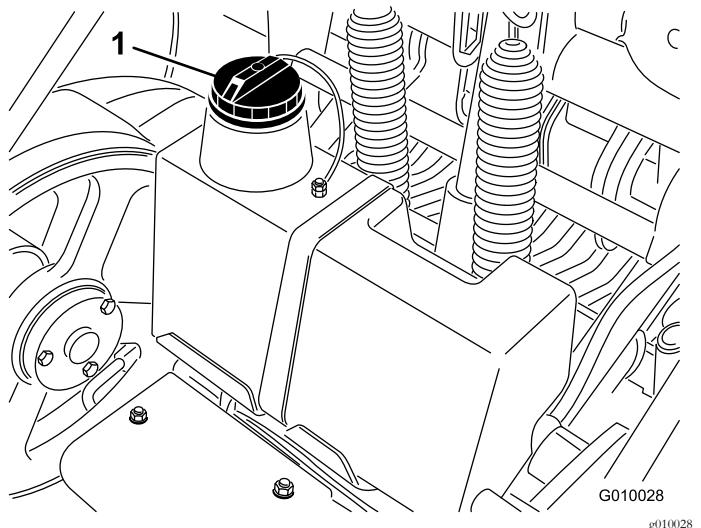

Figura 18
3. Limpe a zona em redor do tubo de enchimento e da tampa do depósito hidráulico (Figura 18). Retire a tampa do tubo de enchimento.